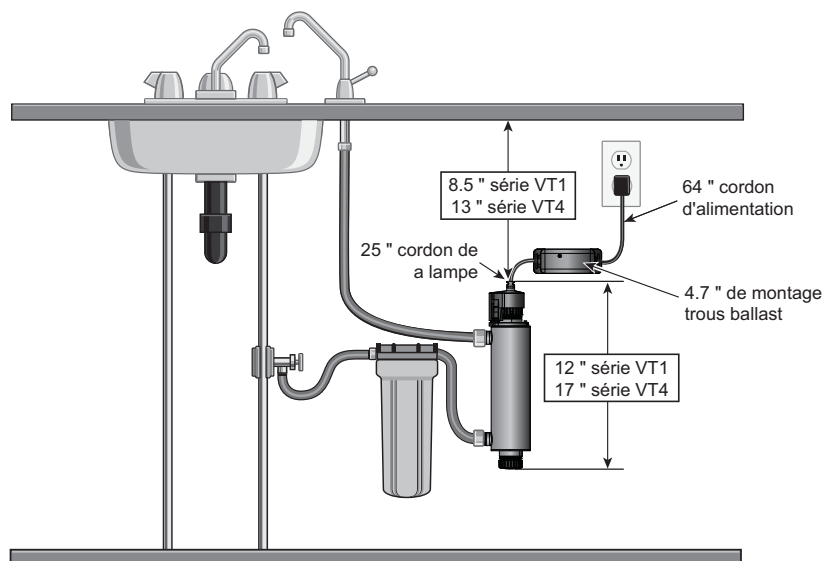

Figure 3 Système de désinfection
1. La Figure 3 décrit l'installation d'un système typique de point d'utilisation (PU) et des composants connexes qui peuvent être utilisés pour l'installation. L'utilisation d'un ensemble de dérivation est recommandée dans le cas où le système nécessite une maintenance hors ligne. Dans ce cas, notez que le système nécessite une désinfection supplémentaire pour le système de distribution si de l'eau est utilisée pendant la dérivation. De plus, pendant la dérivation, l'eau NE sera PAS désinfectée et une étiquette « NE PAS CONSOMMER L'EAU » doit physiquement être installée sur l'ensemble de dérivation jusqu'à ce que le système soit assaini et à nouveau en service. Pour plus d'informations, consultez la Section 3.2. Si l'eau doit être consommée pendant que le système est hors ligne, l'eau doit être bouillie pendant deux minutes avant d'être consommée.